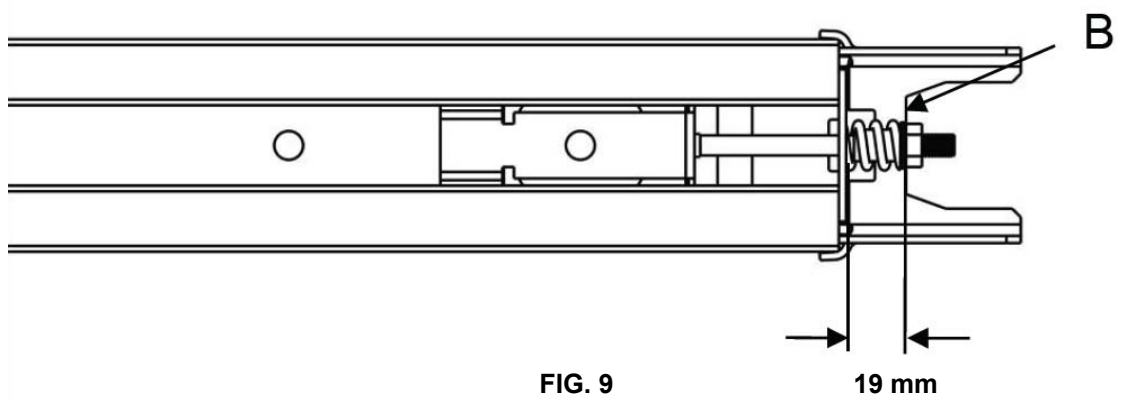

FIG. 9
- Apretar la tuerca en la posición correcta como se ilustra en la Fig. 9, cortar la abrazadera sujetacables de plástico de la rueda dentada y terminar el montaje del carril completo.